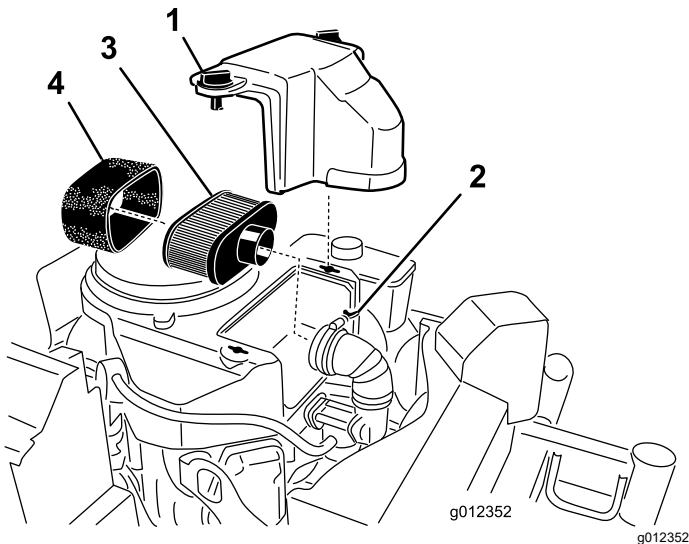

Figure 37
2. Nettoyez la surface autour du filtre à air pour éviter que des impuretés n'endommagent le moteur en tombant à l'intérieur (Figure 37).
3. Tournez les boutons du couvercle de 1/4 tour dans le sens antihoraire et déposez le couvercle du filtre à air (Figure 37).
4. Tournez la vis à oreilles du collier de flexible dans le sens antihoraire pour séparer le filtre à air du conduit d'admission (Figure 37).
5. Sortez délicatement l'élément en mousse de l'élément en papier (Figure 37).
1. Vérifiez que l'élément n'est pas déchiré, couvert d'une pellicule grasse ou endommagé (Figure 37).
1. Vérifiez que l'élément n'est pas déchiré ou couvert d'une pellicule grasse, et que le joint de caoutchouc n'est pas endommagé (Figure 37).
1. Glissez délicatement l'élément en mousse sur l'élément en papier (Figure 37).
2. Alignez le filtre à air sur le conduit d'admission et fixez-le en place au moyen du collier de flexible (Figure 37).
3. Alignez le couvercle du filtre à air sur le capot du moteur et fixez-le en tournant les boutons d'un quart de tour dans le sens horaire (Figure 37).